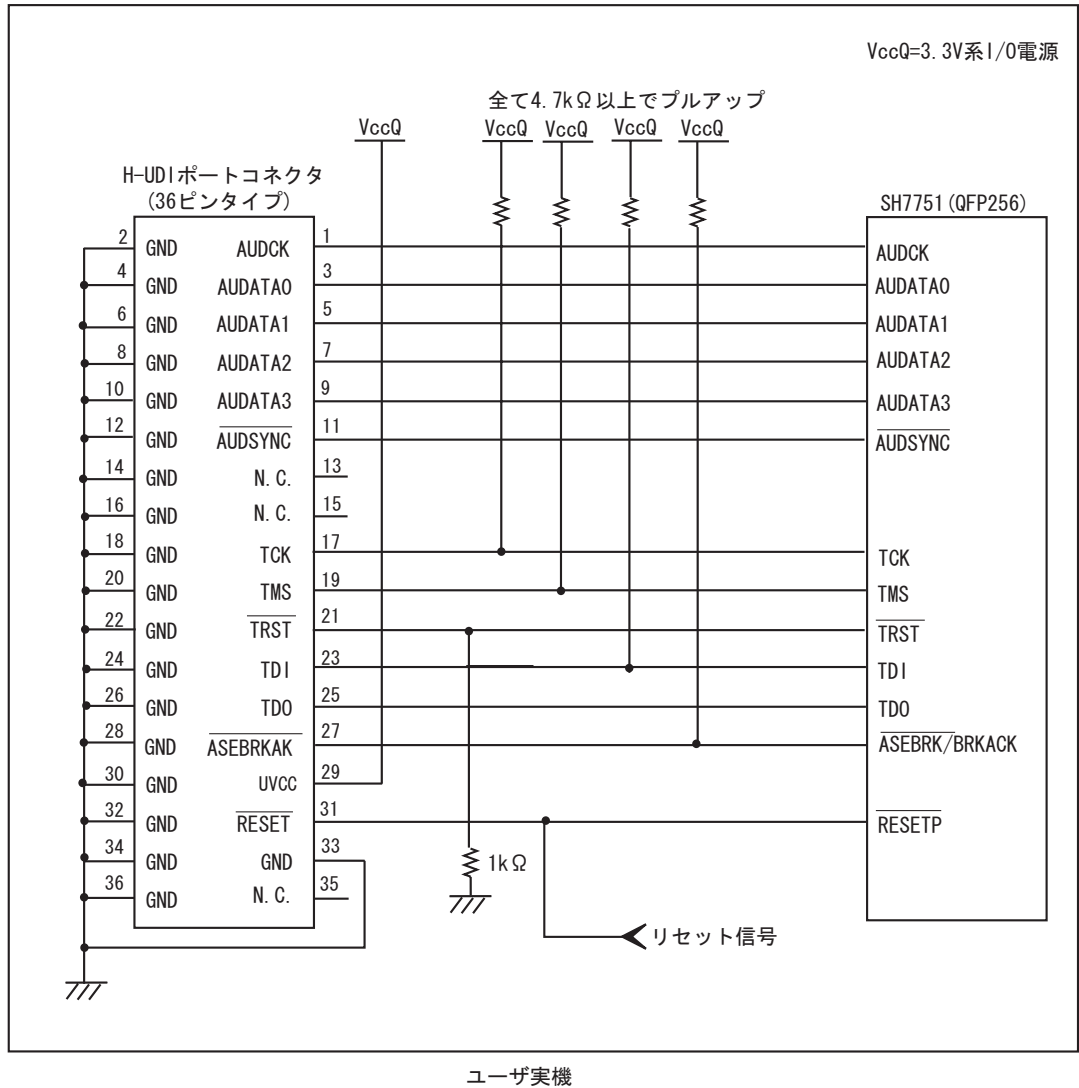
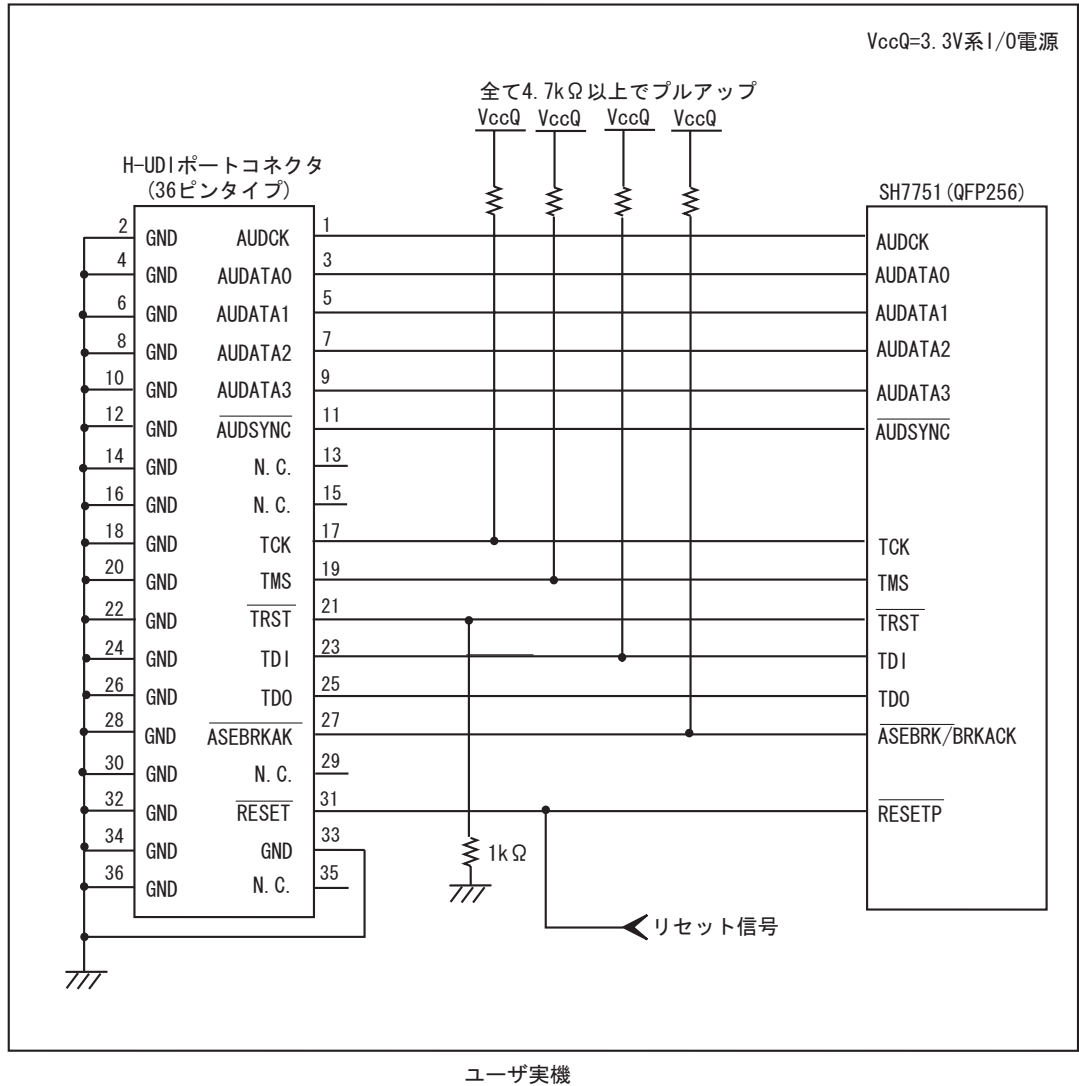

図 1.3 E10A-USB 使用時の H-UDI ポートコネクタ - チップ間の推奨接続例 (36 ピンタイプ UVCC 接続時)
図 1.4 E10A-USB 使用時の H-UDI ポートコネクタ - チップ間の接続例
E10A-USB エミュレータ使用時の H-UDI+AUD ポートコネクタ(36 ピンタイプ)とチップ間の推奨接続例を図 1.3、UVCC 未接続時の接続例を図 1.4 に示します。
5. 図 1.3,図 1.4 に記載されている抵抗値は、参考値です。
- 図 1.3 推奨接続例で回路を組んだ場合の E10A-USB エミュレータのスイッチ設定:SW2=1, SW3=1
- 図 1.4 接続例で回路を組んだ場合の E10A-USB エミュレータのスイッチ設定：SW2=0, SW3=1 スイッチ設定の詳細は、「SuperH™ファミリ用 E10A-USB エミュレータユーザーズマニュアル 3.8 DIP スイッチの設定」を参照してください。